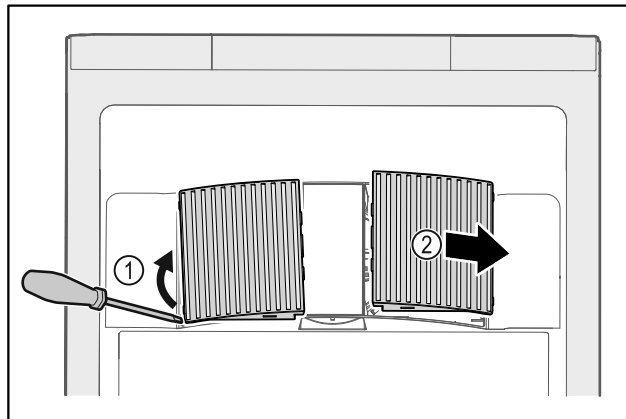

Fig. 234
- ▶ Z boku opatrně vytáhněte ventilátorové kryty Fig. 234 (1) a sejměte je směrem dopředu Fig. 234 (2).